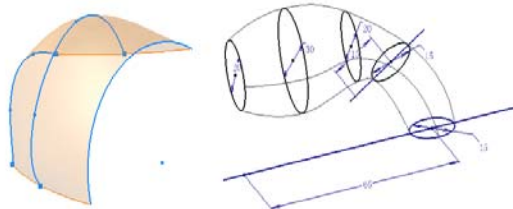

图 3-68 放样的截面轮廓
(1) 如果截面形状是非封闭的曲线或闭合曲线，或是零件面的闭合面回路，则放样生成曲面特征；
(2) 如果截面形状是封闭的曲线，或是零件面的闭合面回路，或是一组连续的模型边，则可生成实体特征也可生成曲面特征。
(3) 截面形状是在草图上创建的，在放样特征的创建过程中，往往需要首先创建大量的工作平面以在对应的位置创建草图，再在草图上绘制放样截面形状。图 3-68 显示图 3-65 和 3-66 中所示的曲面和零件的放样截面轮廓。